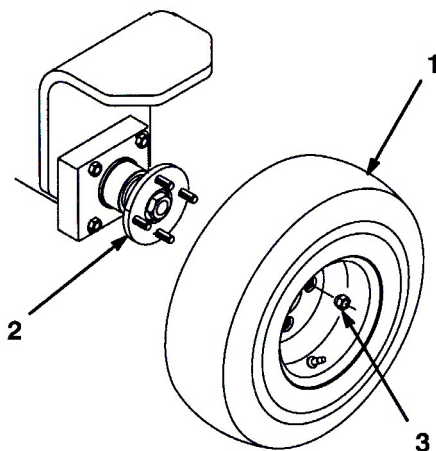

図1
1. 後ホイール・ハブにホイール・アセンブリを取り付ける (図1)。
2. ラグ・ナットを取り付けて (図1)、3~5 N.m (6.2 ~ 9.0 kg.m) にトルク締めする。